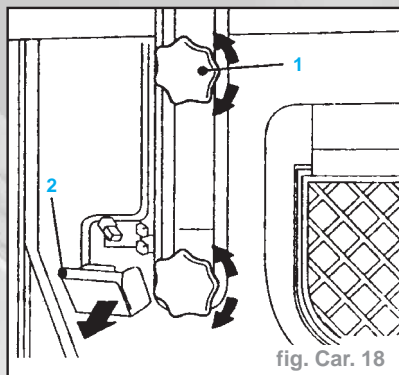

fig. Car. 18
- la fiche du moteur de l'essuie-glace du faisceau de câbles de la porte à battants arrière - derrière habillage (2) - (fig. Car. 18).
- la vitre de la porte à battants arrière - quatre vis (1).
- la fenêtre sur porte à battants arrière - s'assurer que le panneau de revêtement de la fenêtre repose de façon correcte au-dessus du joint de la porte à battants, puis serrer les vis à la main (1) - (fig. Car. 18).
- la fiche du moteur de l'essuie-glace sur faisceau de câbles de la porte à battants arrière - revêtements (2).